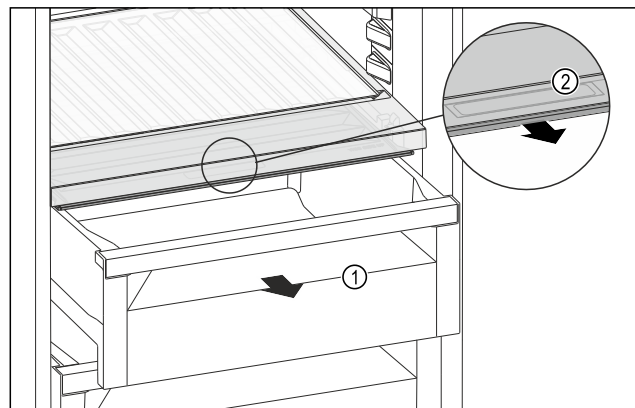

Fig. 221
- Retirer le tiroir Fig. 221 (1).
- Saisir la poignée encastrée Fig. 221 (2) du couvercle du compartiment et tirer le couvercle du compartiment par l'avant.